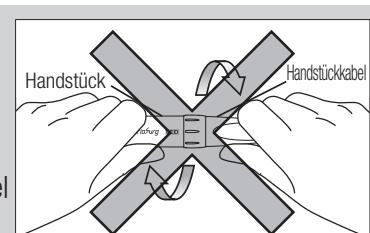

Abb. 22
- ! • Das Handstück kann nicht vom Handstückkabel abgenommen werden. Der Versuch, das Handstück vom Handstückkabel zu trennen oder das Handstück auf dem Handstückkabel zu drehen, kann Beschädigungen der inneren Teile und einen Ausfall zur Folge haben. (Abb. 22)